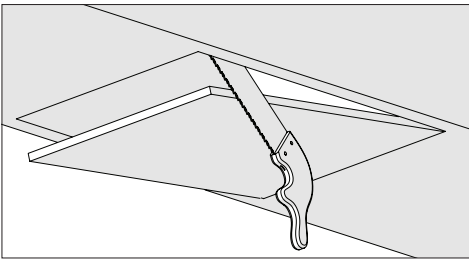

Fig. 2
- Corte a parte inferior do armário onde será instalado o exaustor, com as dimensões especificadas no desenho técnico (Fig. 2).